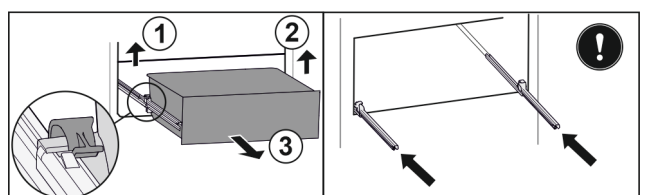

Fig. 149
- ▶ Підняти лівий затискач і одночасно висувний ящик ліворуч потягнути вперед. Fig. 149 (1)
- ▶ Підняти правий затискач і одночасно висувний ящик праворуч потягнути вперед. *Fig. 149 (2)*
- ▶ Вийняти висувний ящик рухом вперед. *Fig. 149 (3)*